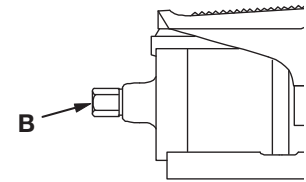

Figura 5
1. Veja a figura 5. Conecte uma fonte de fornecimento de ar de 9 CFM [15 m³/h] (mínimo) ao conector giratório de entrada de ar da bomba NPTF de 1/4" [0,5 cm] (B). Utilize apenas mangueiras de 1/4" [0,5 cm] ou conexões de desconexão rápida. Conexões maiores e mais pesadas não são recomendadas. Utilize um vedante de roscas de tubos de alta qualidade para vedar a conexão.